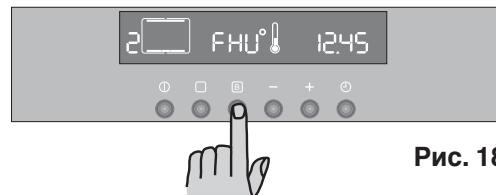

Рис. 18
1. Включите духовой шкаф, нажав кнопку **①**.
4. Нажмите кнопку **B**. Дисплей температуры покажет “FHU” (Рис. 18).